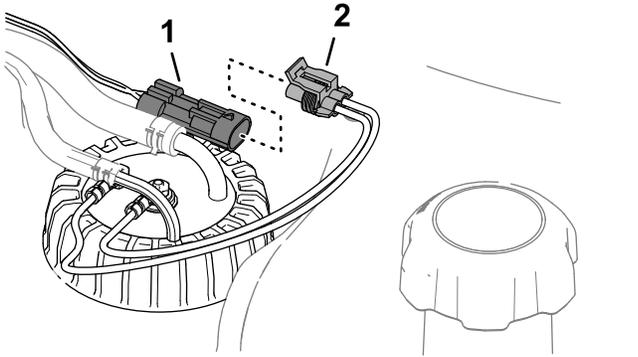

Figura 119
3. Retire el conector hembra de 2 vías del arnés del sensor de combustible del conector de 2 pines del arnés de cables de la máquina (Figura 119).